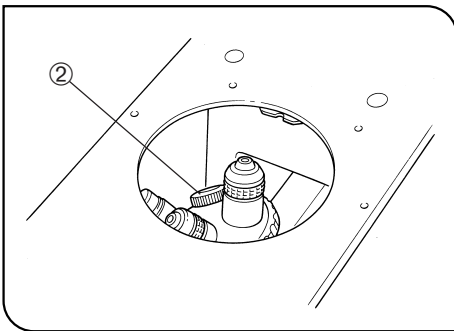

Abb. 29
★ Nicht benutzte Objektivaufnahmen mit den Objektivkappen ② abdecken, damit kein Staub oder Schmutz eindringen kann. (Abb. 29)